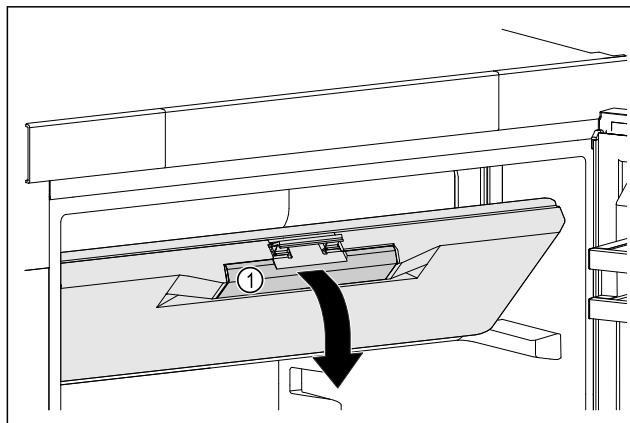

Fig. 90
- Prindeți ușa compartimentului de congelare de mânerul încadrat Fig. 90 (1).